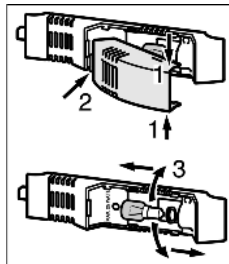

Fig. 23
- ▶ Saisir la protection d'ampoule en haut et en bas *Fig. 23 (1)*.
- ▶ Déclipser à l'arrière et détacher la protection d'ampoule *Fig. 23 (2)*.
- ▶ Remplacer l'ampoule. *Fig. 23 (3)*